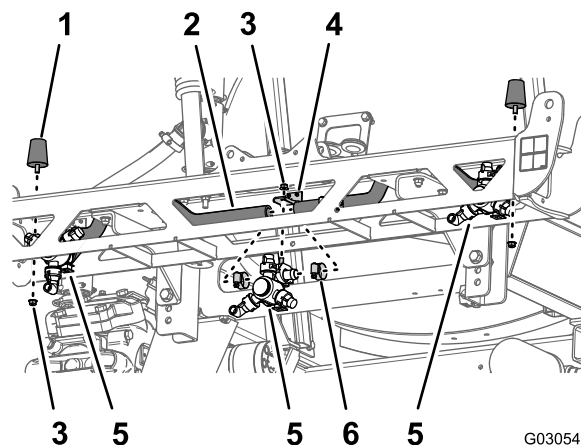

Figura 78
4. Retire las contratuercas con arandela prensada ($\frac{5}{16}$ ") que sujetan los topes izquierdo y derecho en los extremos del bastidor de la sección de brazo central (Figura 78).
1. Retire las 4 abrazaderas que sujetan las boquillas del fumigador a las mangueras (diámetro interno de $\frac{3}{4}$ ") (Figura 78).
2. Retire la contratuerca con arandela prensada ($\frac{5}{16}$ ") que sujeta las 3 boquillas del fumigador a los soportes de las boquillas de la sección de brazo central y retire las boquillas (Figura 78).